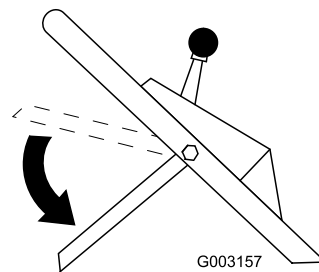

Figura 16
8. Mueva la barra de control a su posición más baja (Figura 16).